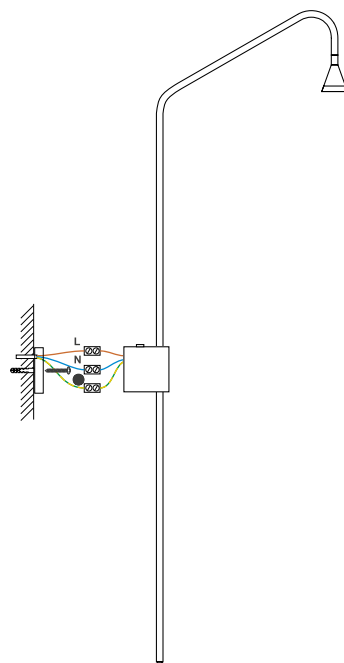

Рис. 2. Установка и подключение светильника
- 3.5. Присоедините корпус светильника к основанию и закрепите винтом, как показано на рис. 2.